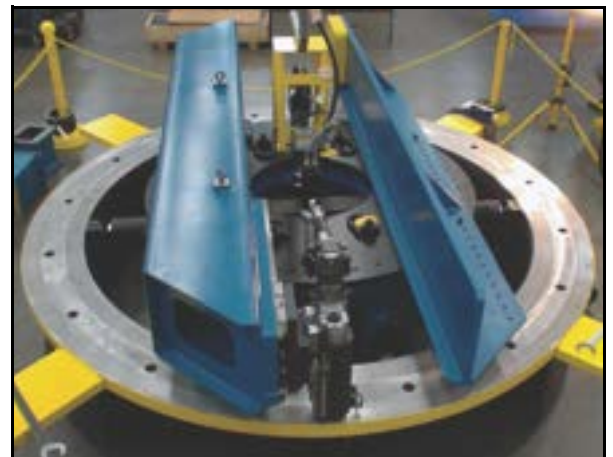

FIGURE 3-24. CONTREPOIDS ET BRAS D'USINAGE SUR LA TABLE ROTATIVE
2. Boulonnez solidement le contrepoids en place (Figure 3-24).